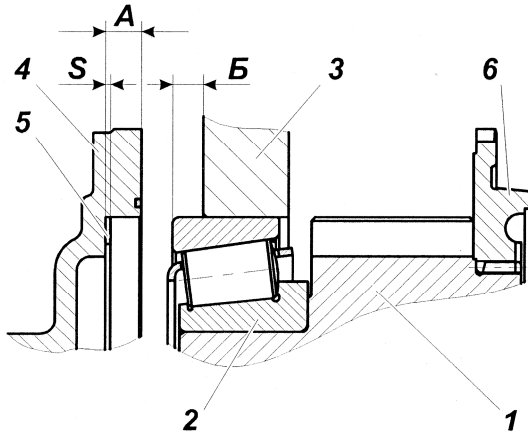

Рис. 116:
Установить в расточку картера коробки передач первичный вал в сборе с прокладками подобранными по п. 1. рис. 116.
5.6. Замерить размер Б рис. 116, (между торцами картера коробки передач и наружного кольца подшипника) при этом, гнездо заднего подшипника вторичного вала должно быть плотно (под усилием собственного веса вторичного вала) прижато через установочные прокладки к торцу зубчатой муфты демальтипликатора; первичный вал должен быть плотно (под усилием собственного веса) прижат через установочные прокладки к торцу наружного кольца переднего подшипника вторичного вала, а наружное кольцо заднего подшипника первичного вала - к роликам.